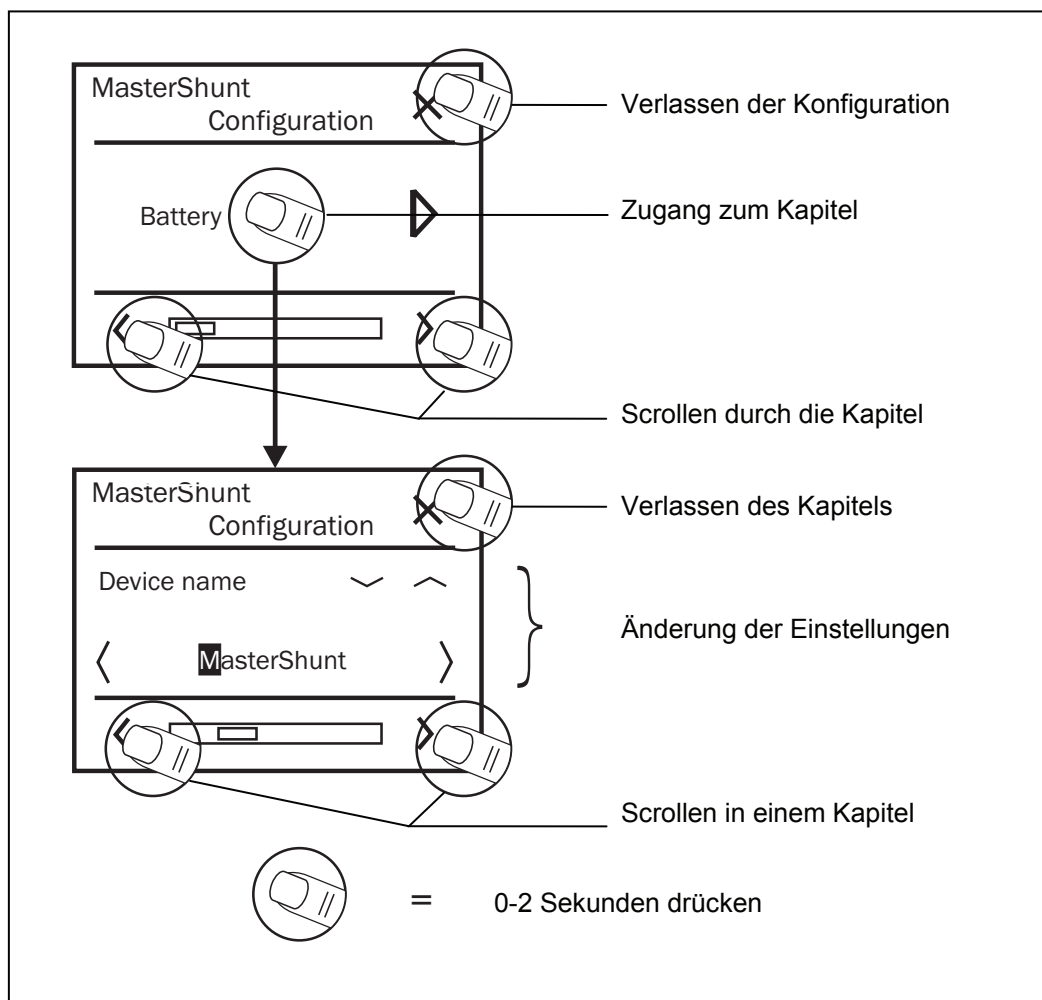

Abbildung 11: Betrieb des MasterView Easy, Beispiel Konfiguration
- Drücken Sie X, um ein Menü zu verlassen oder eine Einstellung zu löschen (siehe Abbildung 11). Sie kehren dann zum Hauptmenü zurück.
Auf dem Startbildschirm des MasterView Easy wird die Geräteliste angezeigt, siehe auch Abbildung 11. Durch die Auswahl des Easy-Displays selbst gehen Sie in das Überwachungsmenü des MasterView